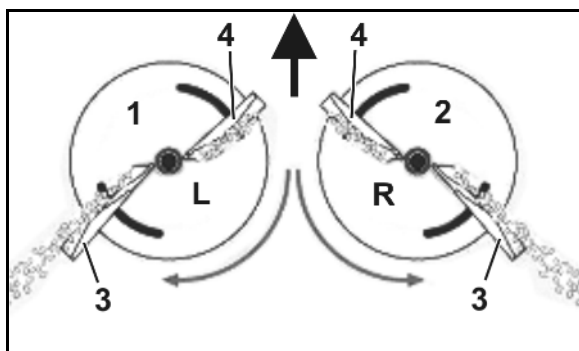

Рис. 19
- левый распределяющий диск (Рис. 19/1) с маркировкой **L**.
- правый распределяющий диск (Рис. 19/2) с маркировкой **R**.
- Длинная (Рис. 19/3) – шкала настройки со значениями от 35 до 55.
- Короткая (Рис. 19/4) – шкала настройки со значениями от 5 до 28.